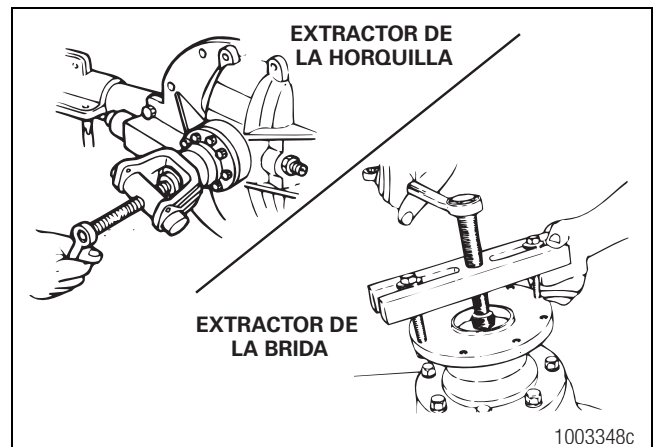

Figura 3.23
- Si la horquilla o brida está agarrada en el piñón: Use un extractor para sacarla. Figura 3.23.